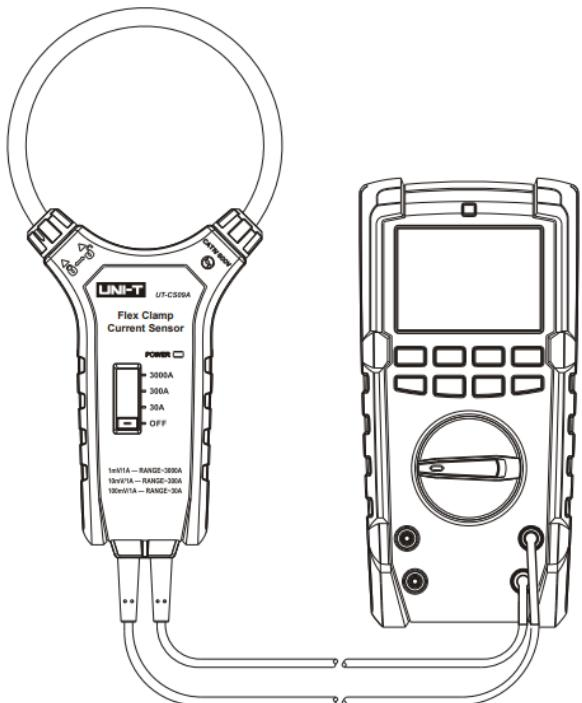

Figura 2
- Conecte o sensor a um dispositivo de medição de tensão alternada, por exemplo, um multímetro. (Consulte a Figura 2).